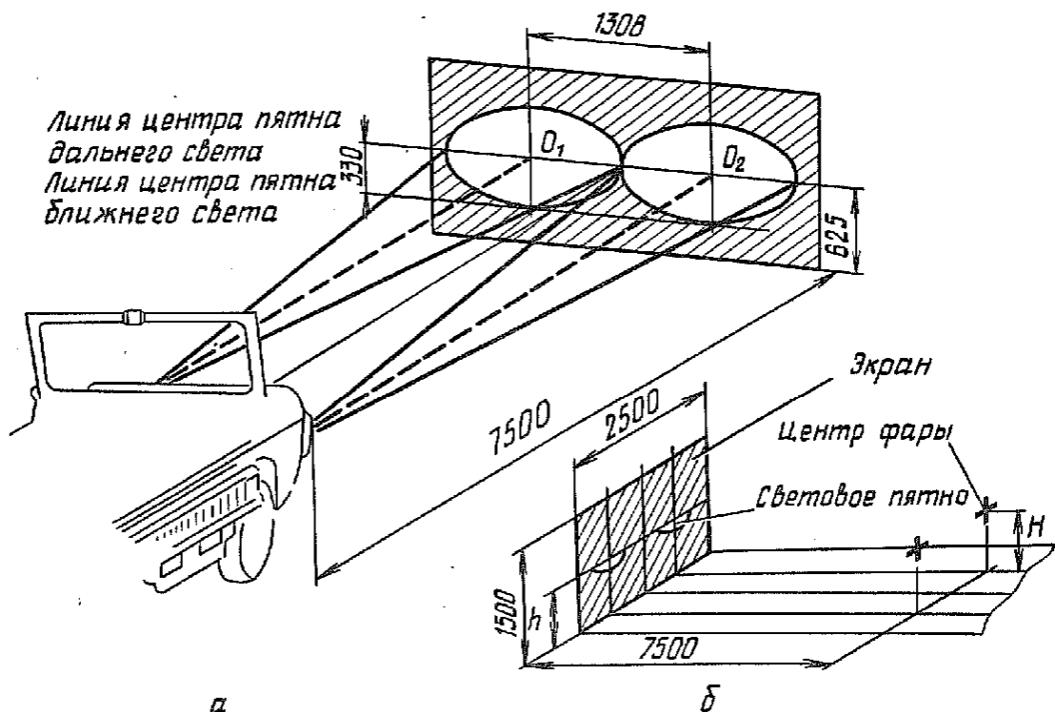

Рис. 96. Регулировка направления света фар:
2.6.2. Разметить экран, как показано на рис. 96,а.
2.7.2. Нанести на экране (стене) три вертикальные линии (рис. 96,б): среднюю — против оси автомобиля и две боковые — против центров фар, и одну горизонтальную линию на расстоянии  $h=0,7H$  от уровня площадки ( $H$  — высота центров фар автомобиля от уровня площадки).